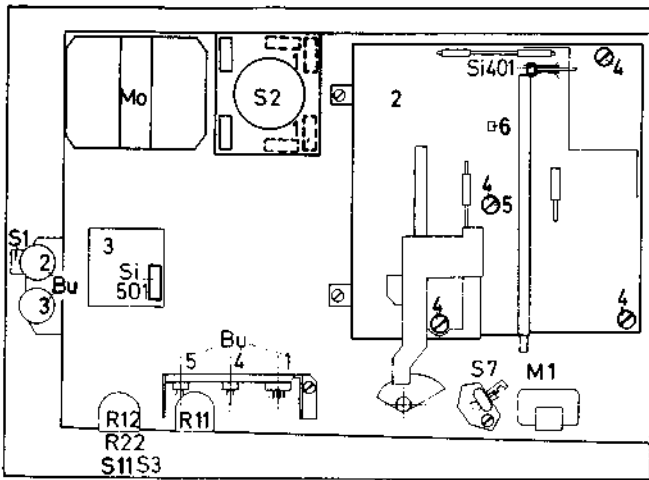

Abb. 1: Darstellung der Chassisrückseite (blau: nur bei M 207)
Die Endstufenplatte ③ läßt sich nach Lösen der drei Schrauben ⑦ wenden, so daß die Bauelemente zugänglich werden. Zum Wechseln der Sicherung Si 501 und für Einstellarbeiten braucht die Platte nicht gelöst zu werden, Si 501 ist durch einen Durchbruch in der Chassistrückseite zu erreichen (siehe Abb. 1).